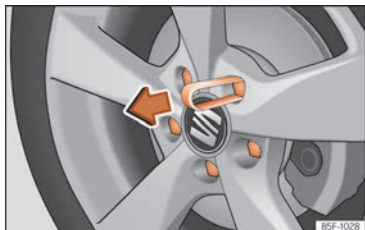

Fig. 75 Rueda: tornillos de la rueda con capuchones.
- Encaje la pinza de plástico (herramienta de a bordo) sobre el capuchón hasta que encastre » » » **fig. 75.**